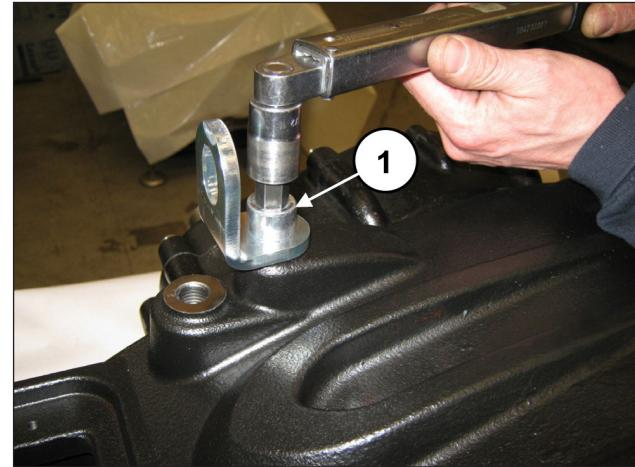

Fig. 93
Applicare i tappi e le staffe di sollevamento mediante le apposite viti M16x30 (pos. ①, Fig. 93). Tarare le viti con chiave dinamometrica come indicato nel capitolo 3 TARATURE SERRAGGIO VITI.